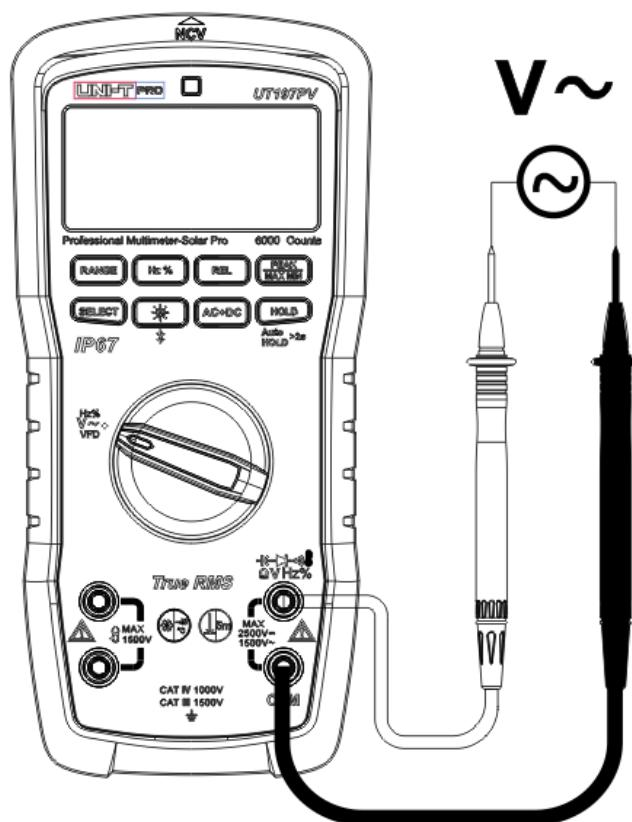

Abbildung 5
2. AC-Spannungsmessung (Abbildung 5)